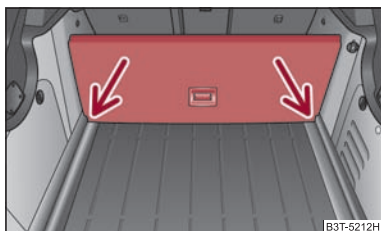

Fig. 86 Portbagajul: Compartimentarea portbagajului cu podeaua variabilă
- Ridicați partea podelei cu mânerul și asigurați-o prin introducerea în caneluri ⇒ fig. 86. ■